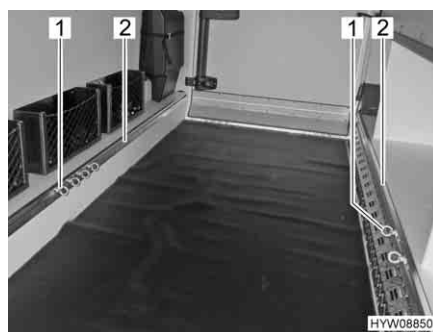

Fig. 1 Occhielli di ancoraggio (garage di coda)
- Ruotare l'occhio di ancoraggio (Fig. 1,1) in senso antiorario di un mezzo giro. È possibile spostare l'occhio di ancoraggio (Fig. 2).
- Spingere l'occhio nella guida di ancoraggio (Fig. 1,2) nella posizione desiderata.